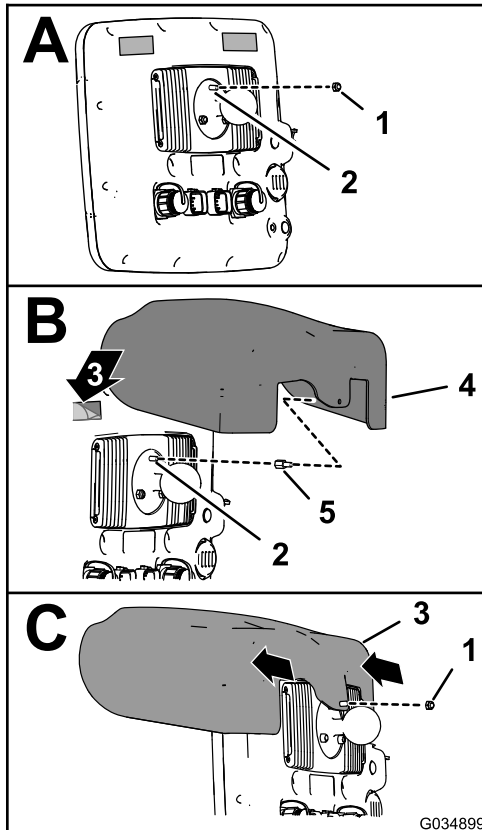

Figure 6
1. Au dos du moniteur de pulvérisation, les 2 connecteurs (26 broches) étant en bas, retirez le contre-écrou supérieur (5 mm) du goujon de la fixation à rotule (A de Figure 6).
3. Vissez la cheville dans le goujon de la fixation à rotule (B de Figure 6) et serrez-la à un couple de 2,50 N·m.
5. Retirez la pellicule de protection des 2 bandes adhésives (B de la Figure 6) que vous avez collées sous Application des bandes adhésives sur le moniteur de pulvérisation X30 \(page 2\).
6. Alignez le trou dans le capot de l'affichage et la partie goujon de la cheville filetée (B de Figure 6).
7. Fixez le capot sur le moniteur (C de Figure 6) à l'aide du contre-écrou (5 mm) que vous avez retiré à l'opération 1.